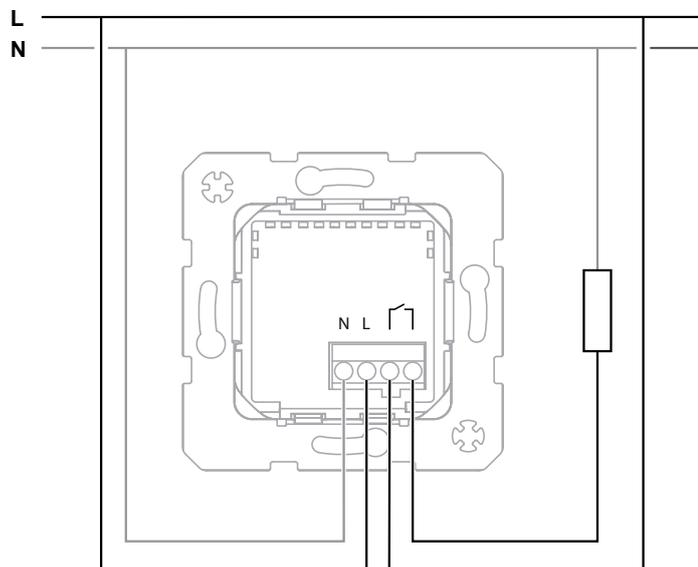

Figura 3
- Collegare l'inserto interruttore relè (1) in base allo schema di collegamento (figura 3/4).